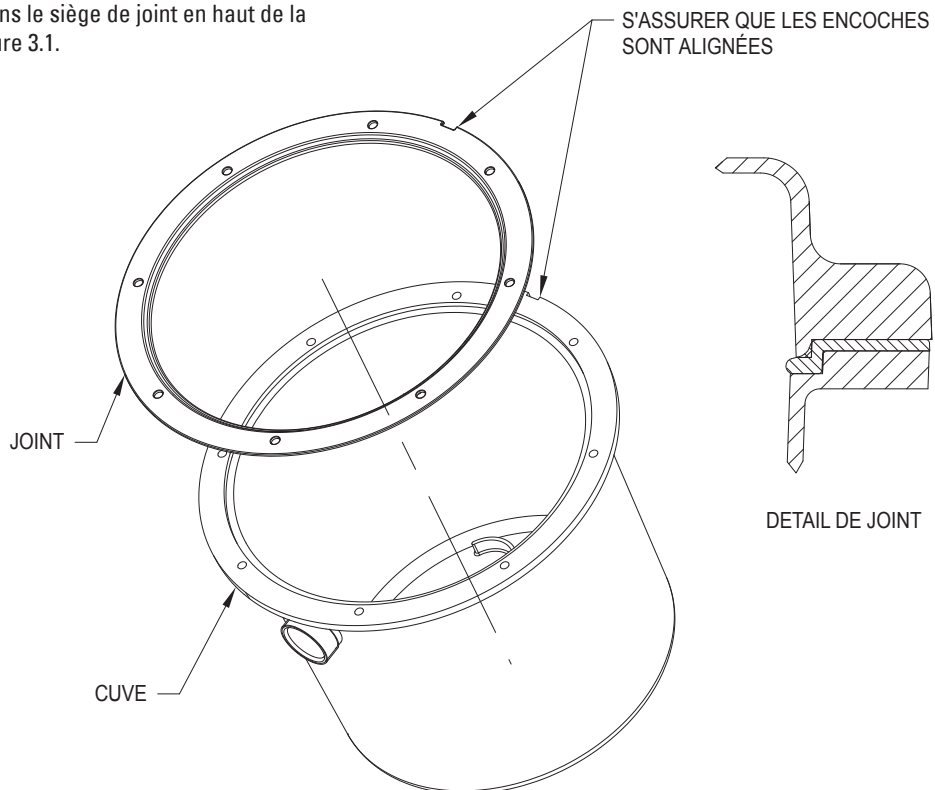

Figure 3.1
3.1) Installer le joint dans le siège de joint en haut de la cuve, voir les détails à la figure 3.1.